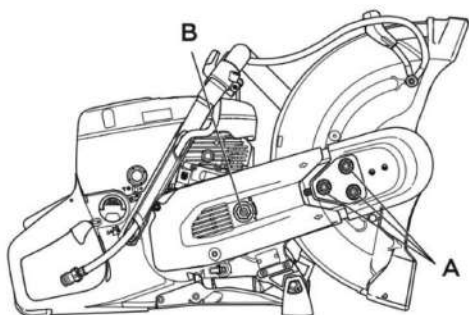

Рис. 10
• Ослабьте три гайки (А), удерживающие верхний кожух ремня (рис. 10). Поверните натяжитель ремня (В) в положение «0», чтобы ослабить натяжение.